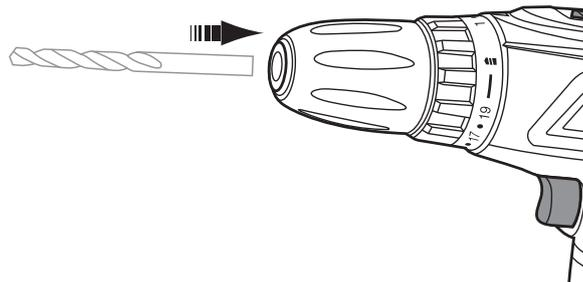

Abb. 6
2. Stecken Sie einen geeigneten Bohrer bis zum Anschlag in die Werkzeugaufnahme (1) (Abb. 6).